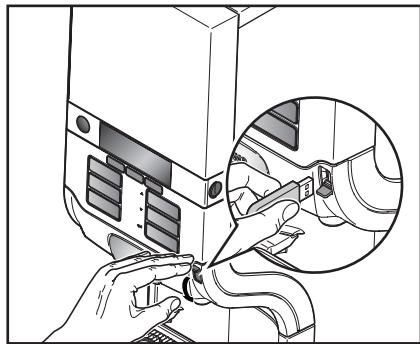

Рис. 29
- Вставить входящий в комплект поставки USB-ключ в USB-разъем автомата. (Рис. 29)